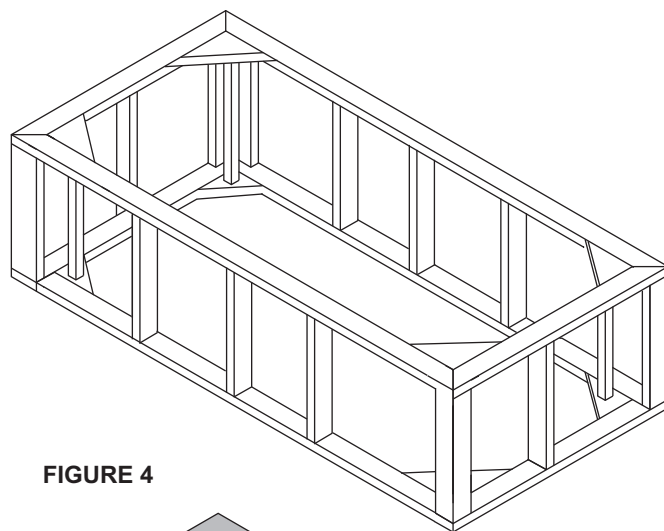

FIGURE 4
- Construire une structure solide selon les dimensions de la baignoire à rebord à profil mince. Ajouter 3 po à la dimension nominale de la baignoire de chaque côté; voir figure 4.
- Renforcer les quatre coins de la structure, comme illustré par la figure 4.
- Fabriquer la structure solide selon le même procédé que celui illustré par les figures 4 et 5.